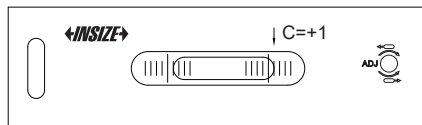

Fig.7
- Quando la bolla smette di muoversi, leggere C sulla scala (Fig. 7).